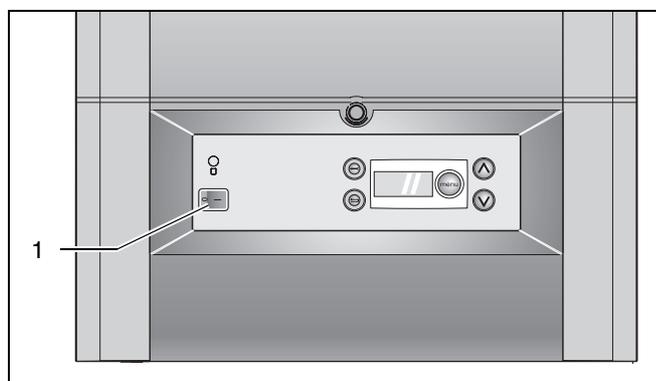

Fig. 30 Interruttore di rete DBA
- Togliere la tensione dall'impianto spostando l'interruttore di rete sulla posizione "0" (fig. 30, pos. 1).